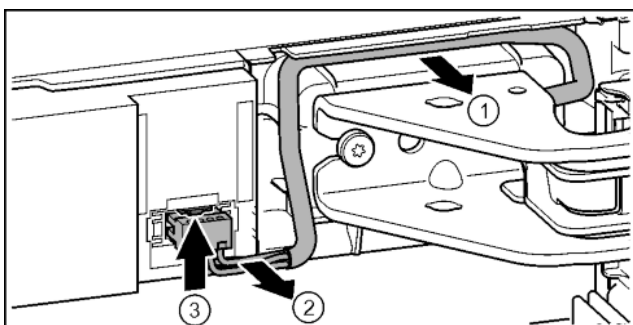

Fig. 23
- ▶ Kabel über Lagerbock vorsichtig aus der Führung lösen. Fig. 23 (1)
- ▶ Kabellitzen vorsichtig aus Kanal ziehen. Fig. 23 (2)
- ▶ Lasche nach oben drücken und Stecker vorsichtig herausziehen. Fig. 23 (3)